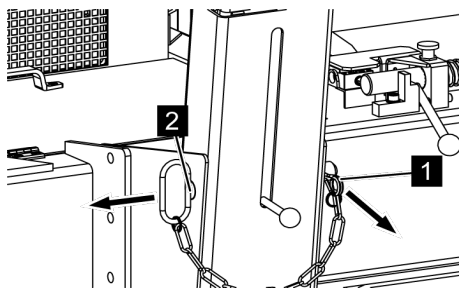

Fig. 99: Cheville de verrouillage
- 2.** → Retirer la goupille fendue à ressort (Voir la Fig. 99/1) de la cheville de verrouillage (Voir la Fig. 99/2).
- 3.** → Retirer la cheville de verrouillage (Voir la Fig. 99/2).